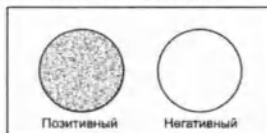

Рисунок 1.
5. Presence of agglutination of the latex particle is a positive result (see figure 1). Agglutination indicates a RF concentration of equal or more than 8 IU/ml. Sera with positive agglutination should be run again with the Quantitative Test.
2. Acceptable performance is indicated when a uniform milky suspension with no agglutination is observed with the RF Negative Control and agglutination with large aggregates is observed with the RF Positive Control (Figure 1).
Positive Result: A positive reaction is indicated by any observable agglutination in the reaction mixture. The specimen reaction should be compared to the RF Negative and Positive Controls (Fig. 1).
5. Присутствие агглютинации латексных частиц – положительный результат (Рисунок 1). Агглютинация указывает на концентрацию ревматоидного фактора равную или больше чем 8МЕ/мл. Сыворотку с положительным результатом далее необходимо проанализировать количественно.
Положительный Результат: положительная реакция определяется как любая заметная агглютинация в смеси реакции. Реакция образца должна быть сравнена с Отрицательным и положительным Контролем РФ (Рисунок 1).